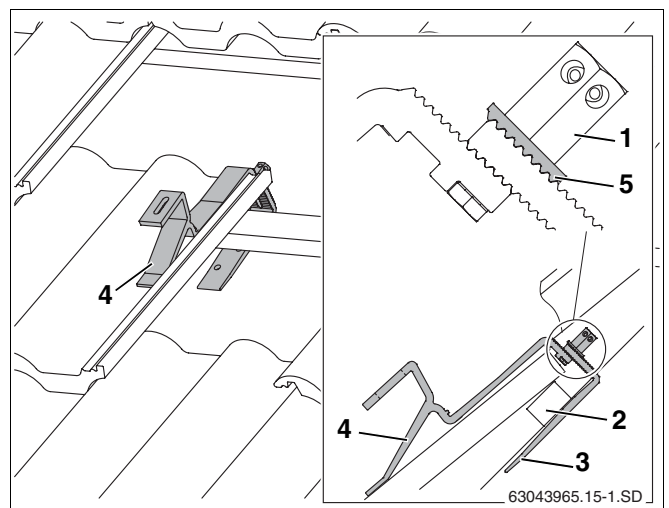

Fig. 13 Gancho para telhados encaixado (para uma melhor imagem, algumas telhas não estão apresentadas)
- ▶ Encaixar o gancho para telhados por forma a que o apoio encoste à frente numa depressão da telha (fig. 13, **item 4**).
- ▶ Deslocar para cima a parte inferior do gancho para telhado (fig. 13, **item 3**) até que esta encoste na ripa (fig. 13, **item 2**).
- ▶ Apertar a porca sextavada comprida (fig. 13, **item 1**). Para o efeito, introduzir a chave SW5 no furo da porca sextavada e apertar.
A anilha dentada (fig. 13, **item 5**) deve encaixar na parte inferior dentada do gancho para telhados.